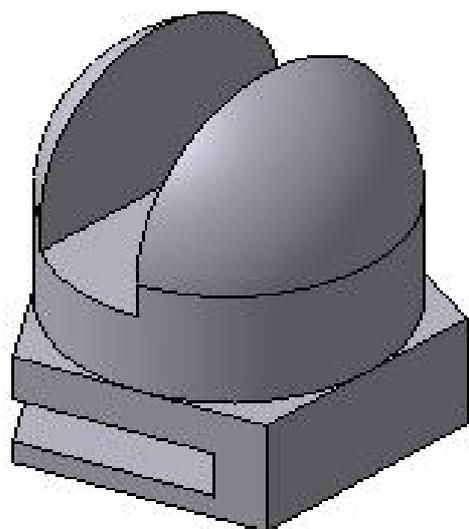

Рис. 5.38
11. Отверстие и прорезь формируем с использованием команды  **Вырезать выдавливанием**. В списке **Направление выдавливания** выбираем **Два направления**, а в списке **Способ построения** – **Через все**. Конечный результат моделирования показан на рис. 5.38. Способ отображения – полутонное, с каркасом.